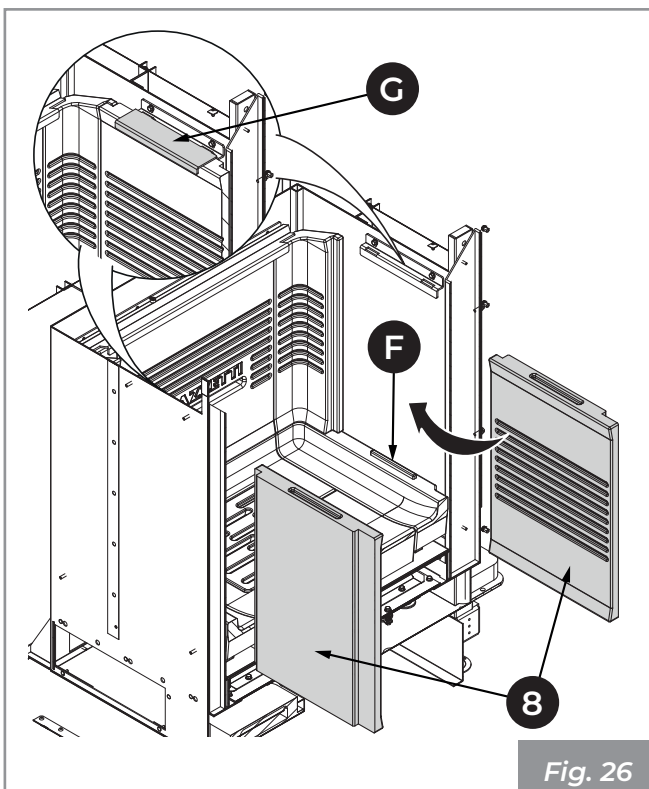

Fig. 26
**10)** Apoyar las placas laterales en refractario (8) en la cámara de combustión y hacerlo deslizar delicadamente hasta su posición, centrándolo con los protuberancias (F) presentes en la base en refractario (Fig. 26).
**11)** Colocar los estribos de bloqueo superiores (G) que alinea placas laterales con el espaldar en refractario.